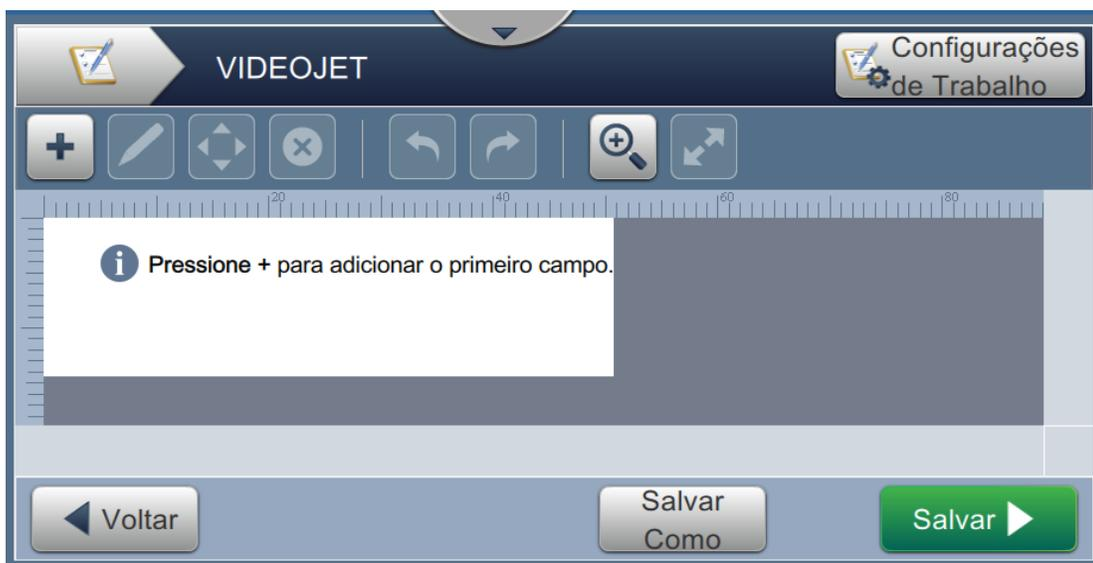

Figura 5-3: Tela Editor de trabalho
6. A tela Editor de trabalho é aberta, como mostra a Figura 5-3.